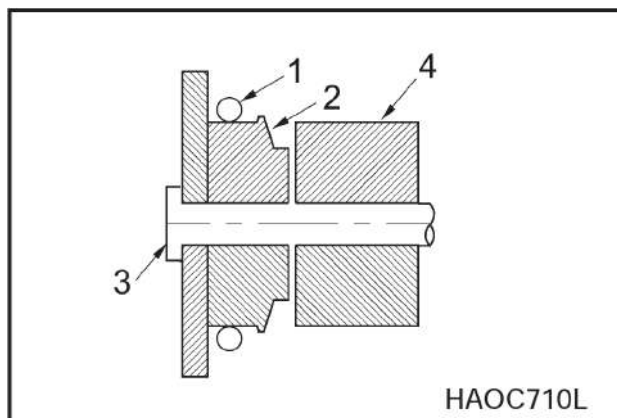

Рис. 8
2. Переместите уплотнительное кольцо (1, рис. 8) на втулку (2), а затем снимите палец ковша (3) и выдавите соединительную тягу ковша (4).
4. Совместите крышку соединительной тяги ковша с отверстием пальца подвески ковша и установите палец ковша (3, рис. 8).